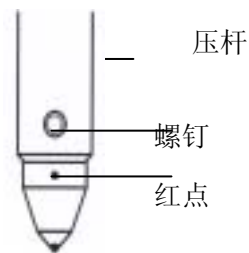

图 6-14 安装压头
1. 把压头柄小心装进压杆的安装孔内，红点正对着你，如图 6-14。